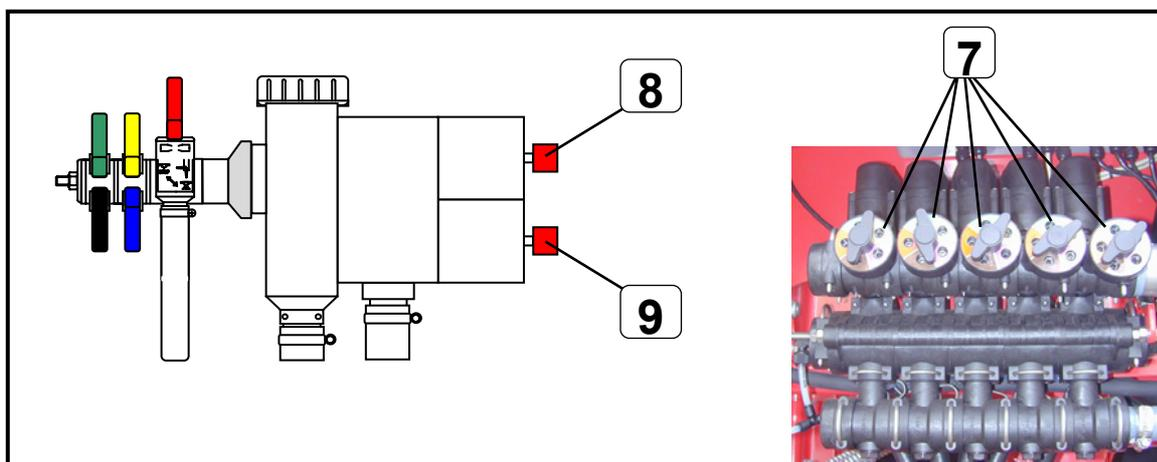

Рис. 2
При приведении в действие переключателей секций штанги (2) открываются или закрываются клапаны (7) (рис.2) секций (Верхнее положение переключателя означает = «Клапаны открыты»)
При воздействии нажатием на переключатель (4) бортовой компьютер опрыскивателя автоматически переключается с автоматического на ручной режим (из режима **Automatik** – в режим **Manuell –Modus**). Одновременно двигатель системы регулирования давления (8) (рис.2) будет работать (для повышения давления **(+)** или для его снижения **(-)** в течение времени нажатия на соответствующий переключатель (4). Давление распыления изменяется вручную. Действительное давление распыления отображено на манометре машины.
Посредством переключателя (5) мотор (9) (рис.2) управляет включением мешалки. Мешалка может по требованию, например, при полном опорожнении бака опрыскивателя или при использовании вспенивающих средств защиты растений, выключаться.